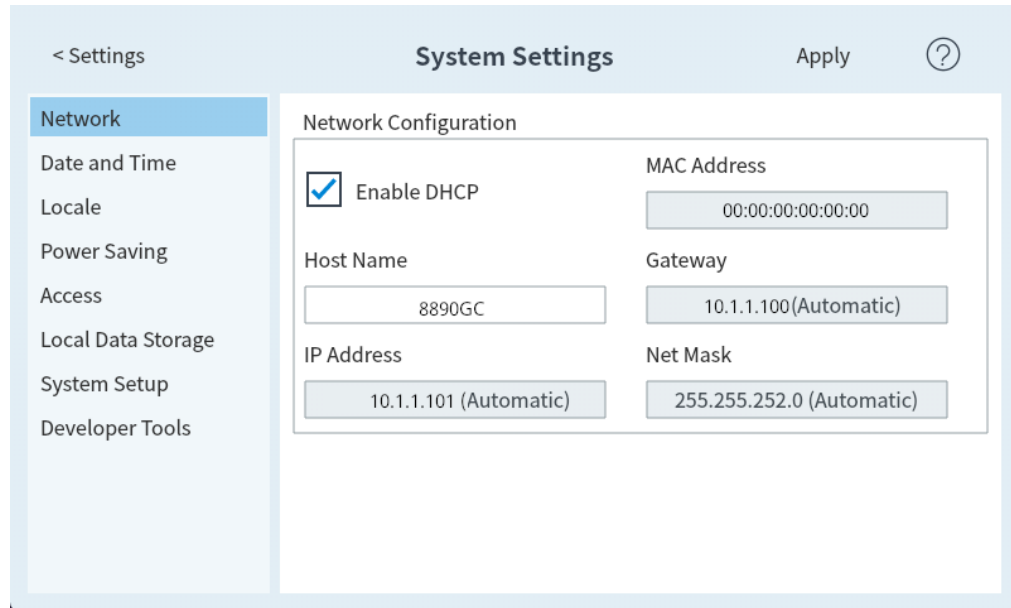

Figura 53. Página de configuración de red
1. En la página de ajustes del sistema (System Settings), seleccione el botón de selección de página **Red (Network)**. Se abrirá la página de configuración de red. Consulte la Figura 53.